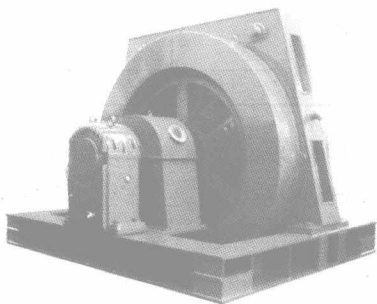

图1-2 开启式电动机
(1) 开启式电动机。开启式电动机的定子两侧和端盖上都有很大的通风口,如图1-2所示。它散热好,价格便宜,但容易进灰尘、水滴和铁屑等杂物,只能在清洁、干燥的环境中使用。开启式电动机又可分为以下几类。